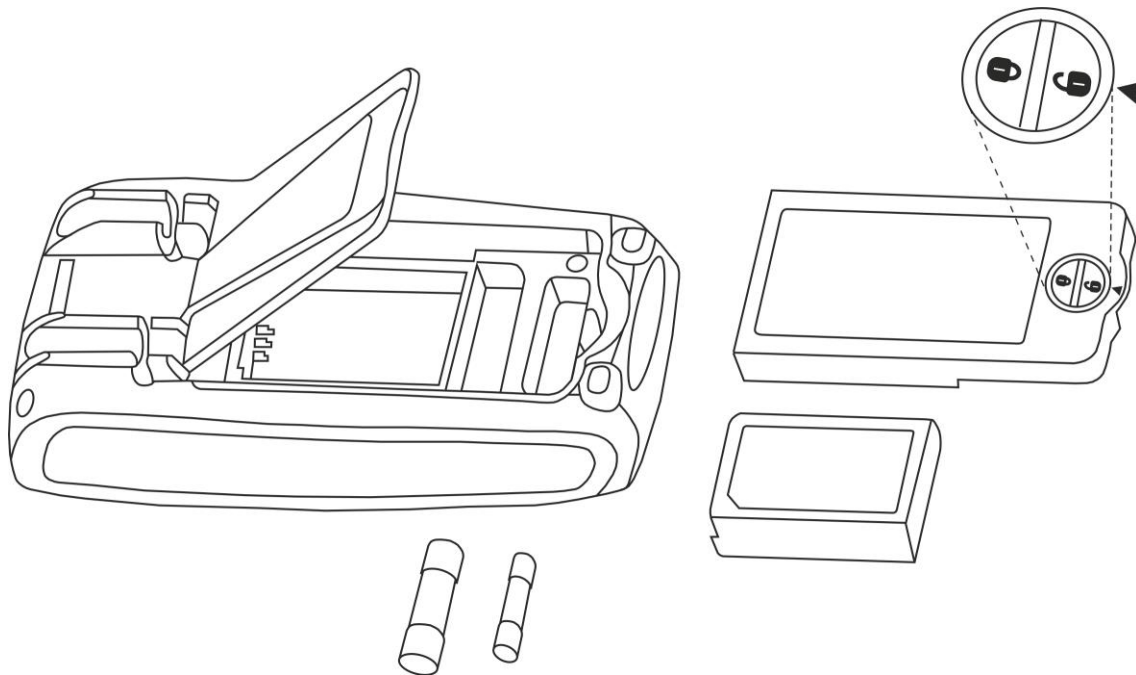

Fig. 34: Remplacement des fusibles internes
2. Tourner la vis de fixation du compartiment à batterie de la position «  » à la position «  » et le retirer (voir Fig. 34)